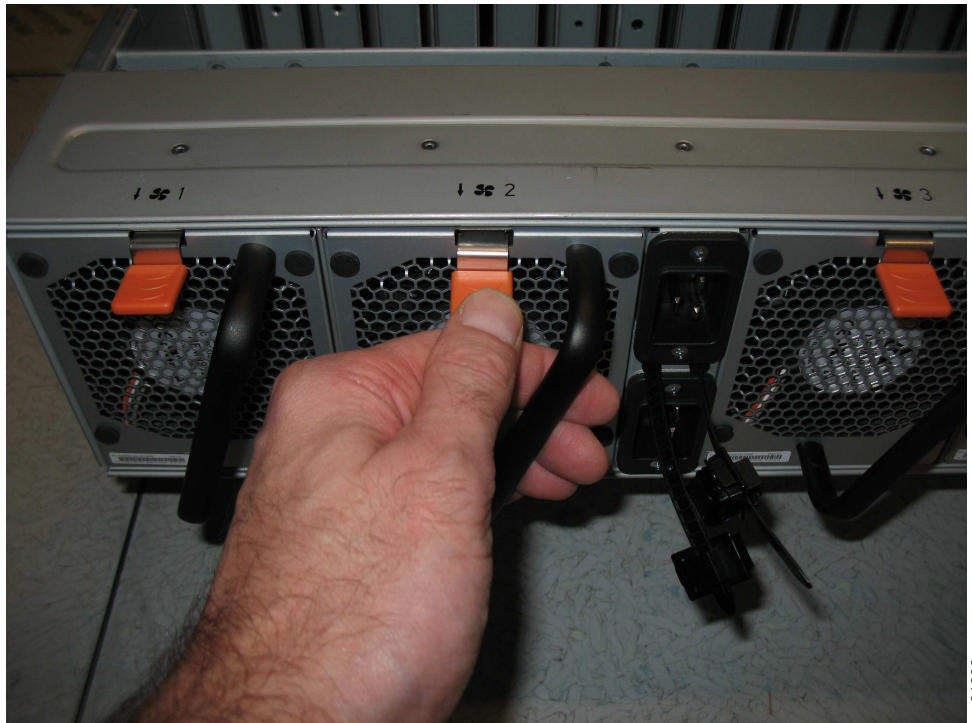

図 121. ファン・モジュールの解放タブ
2. 図 121 に示すように、ファン・モジュールの解放タブを押します。